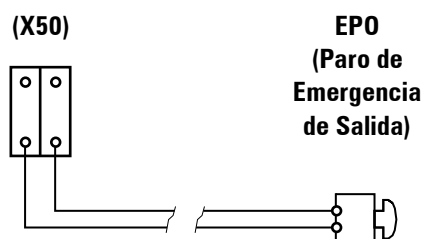

Fig. 38. Bornes de conexión para interruptor o pulsador externo de paro de emergencia (EPO), de propiedad del usuario.
- En la Fig. 38 se muestra a modo de ejemplo como realizar las conexiones del BUS de comunicación.